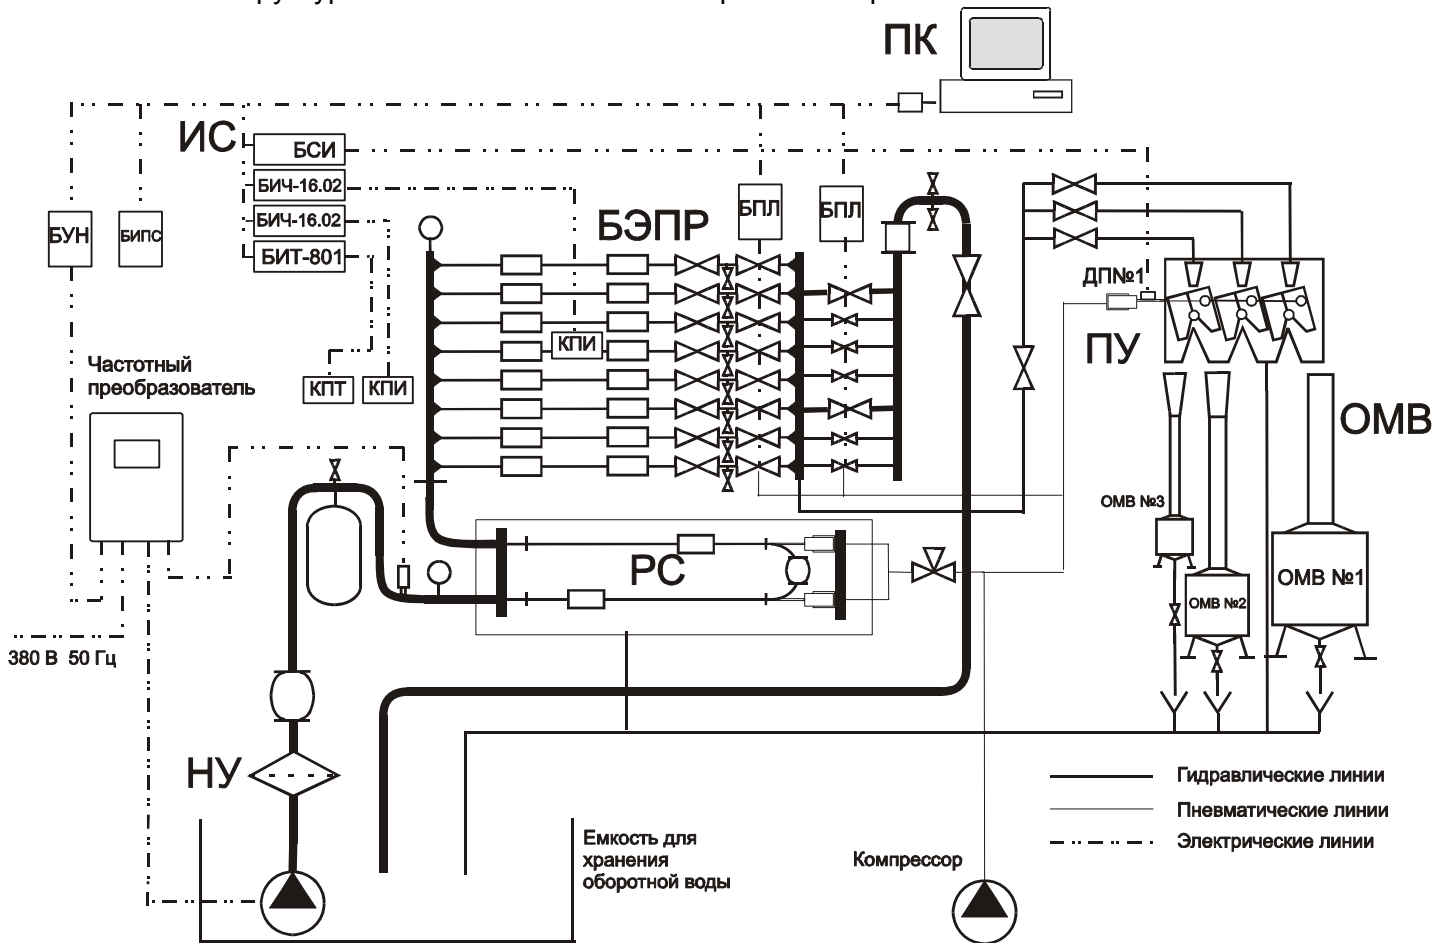

рис. 3.1
3.1.1. Структурная схема СПРУТ-100 изображена на рис. 3.1